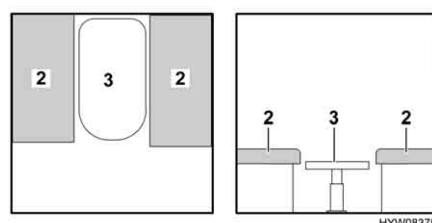

Fig. 40 Durante la trasformazione
- Trasformare il tavolo (Fig. 40,3) in struttura di supporto letto (vedi paragrafo 6.8).